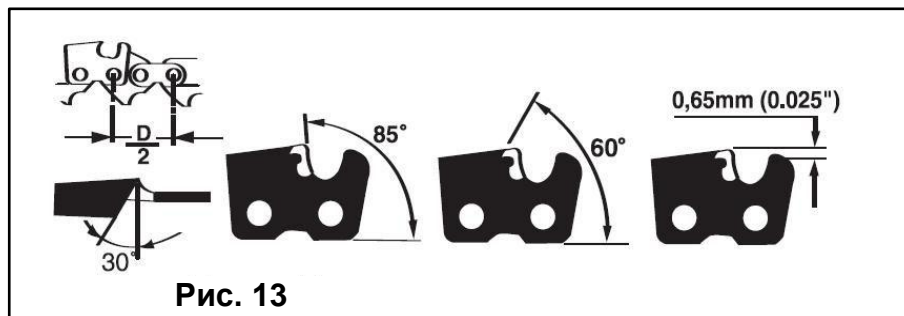

Рис. 13
- Всегда затачивайте режущие зубья с внутренней стороны и только движением напильника вперед. Протачивайте все зубья до одной и той же длины. Когда длина режущего зуба уменьшится до 4 мм, цепь считается изношенной и ее надо заменить. Обязательно контролируйте угол заточки (См. Рис.13). Для простой заточки достаточно произвести 2-3 штриха напильником в направлении изнутри наружу.